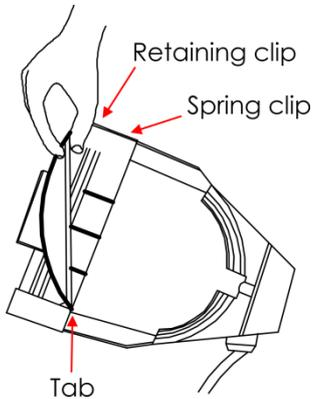

Abb. 08
- 03) Halten Sie die Linse so am Rand, dass die konvexe Seite zur Rückseite des Scheinwerfers zeigt (Abb. 08).